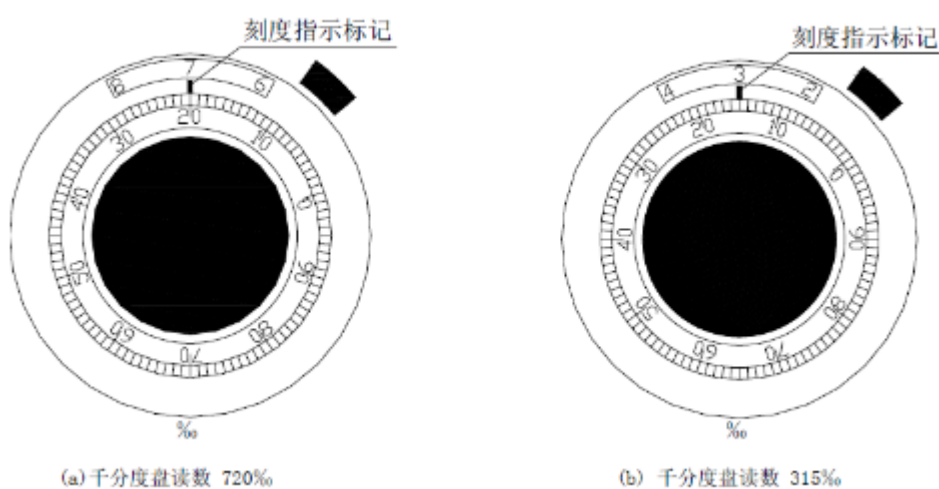

图 2 千分指示器读数
9、**定位千分比调节**：为电桥电阻调节旋钮，外圈数字对应为 100%，内圈对应为 10%、1%。读数  $P\% = \text{外圈数字} + \text{内圈数字}$ ，如图 2 (a) 读数应为 720%，图 2 (b) 读数应为 315%。